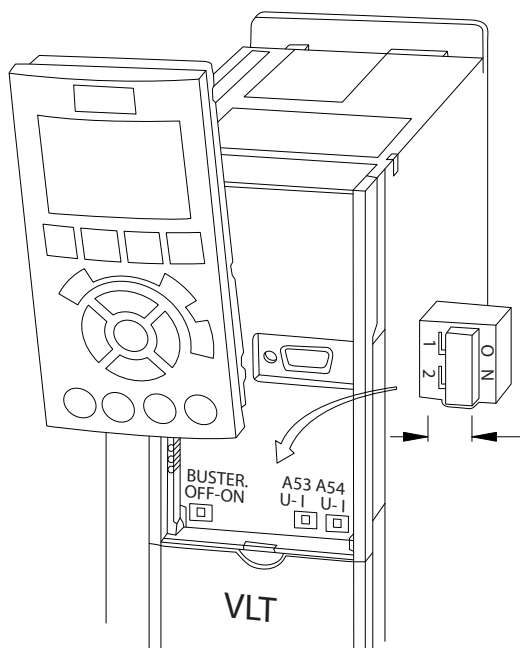

Ilustración 4.10 Ubicación de los interruptores de los terminales 53 y 54
1. Extraiga el LCP (consulte la *Ilustración 4.10*).